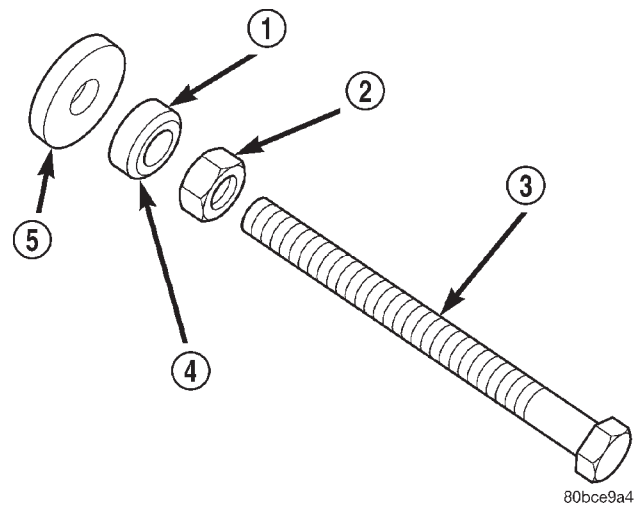

Abb. 66 Richtige Montagemethode für Spezialwerkzeug 8512
(2) Spezialwerkzeug 8512 wie folgt montieren: erst die Mutter auf die Welle schrauben. Dann das Kugellager auf die Gewindestange aufsetzen. (Die gehärtete Lageroberfläche **MUSS** zur Mutter weisen). Jetzt gleitet die gehärtete Scheibe auf die Gewindestange (Abb. 66). Nach der Montage der Gewindestange das Gewinde mit Mopar®-Nickel Anti-Seize oder (Loctite 771) bestreichen.